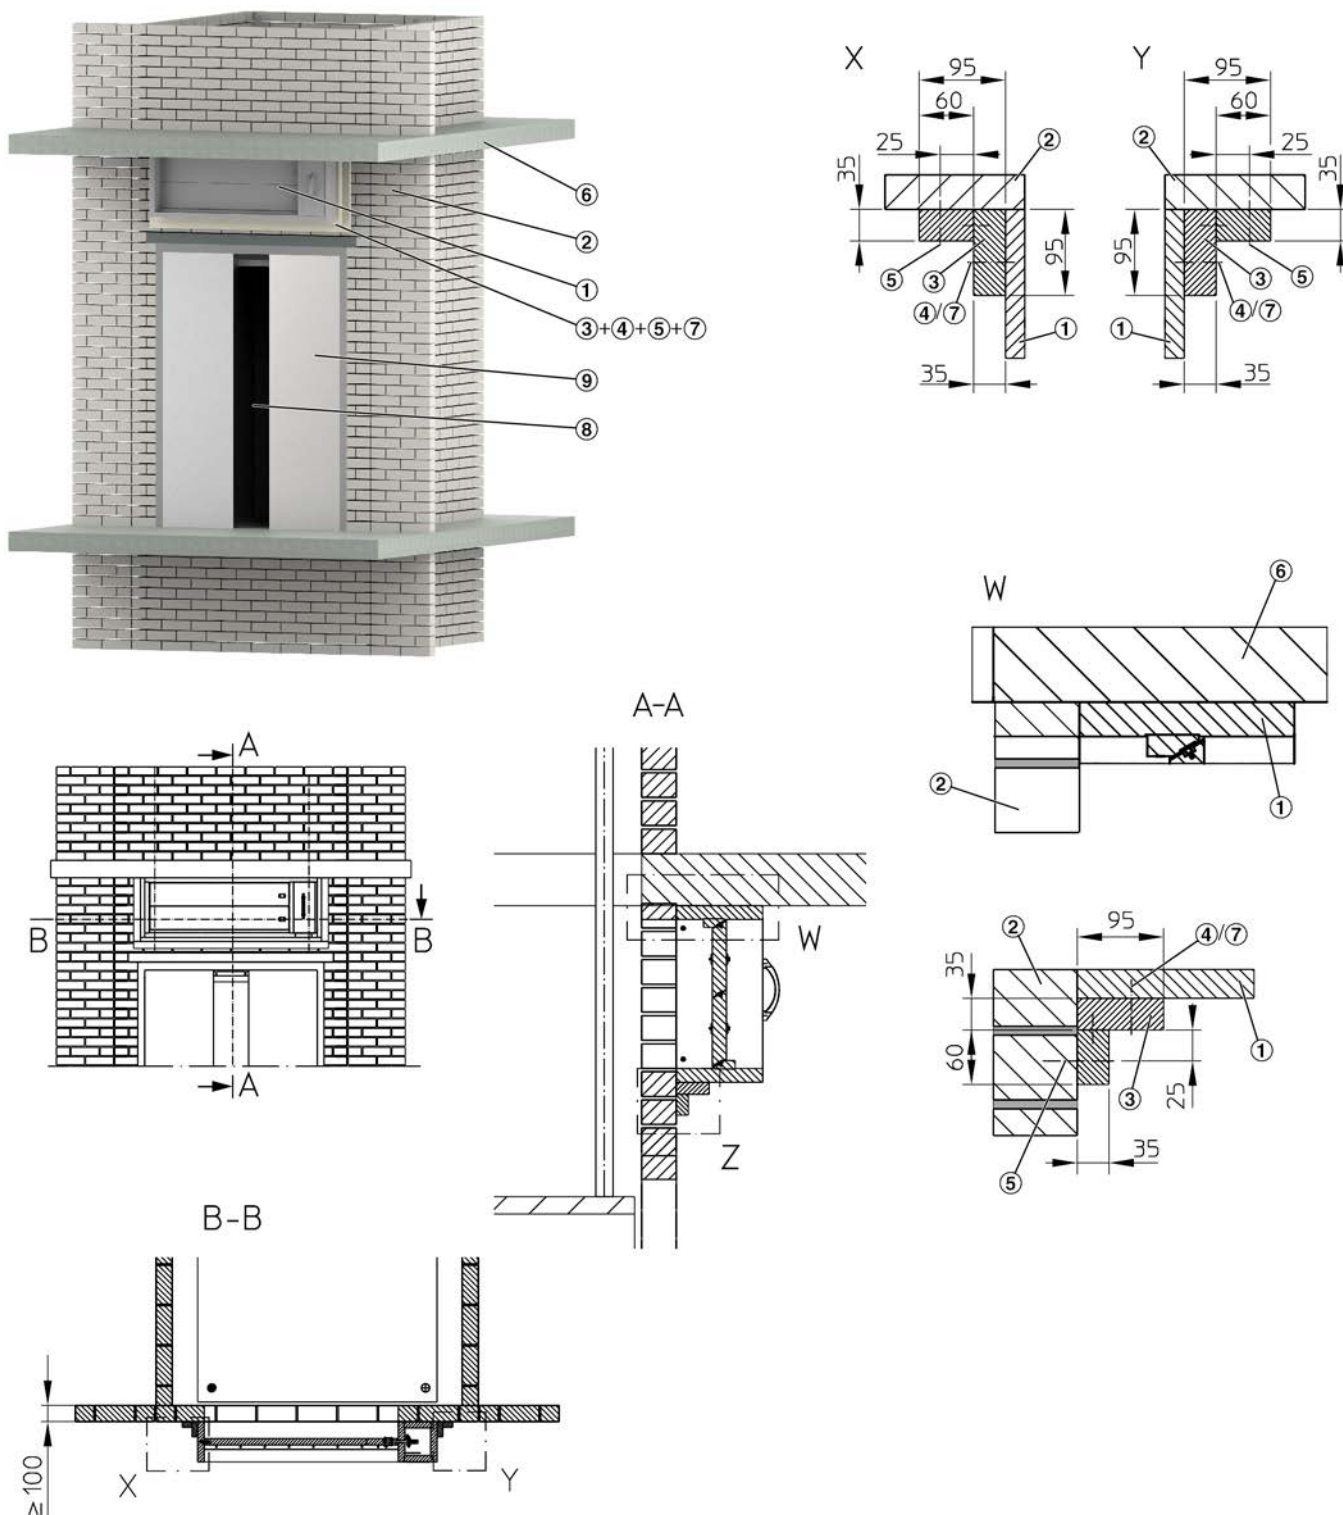

Fig. 25: Installazione a secco senza malta in pareti solide cave (ascensore per il servizio antincendio e di soccorso)
2. ▶ Utilizzare due strisce di pannello resistente al fuoco per realizzare una sezione angolare (Fig. 25 /3), fissarla quindi sul lato inferiore della serranda tagliafumo.
Applicare la colla ai giunti (Fig. 25 /2) tra le sezioni angolari e tra le sezioni angolari e la cassa (ad es. K84, Promat o equivalente), quindi fissare le sezioni angolari con viti autofilettanti 4 × 70 mm alla cassa della serranda (fori pre-trapanati $\varnothing 3$ mm), distanza tra le viti ≤ 200 mm.